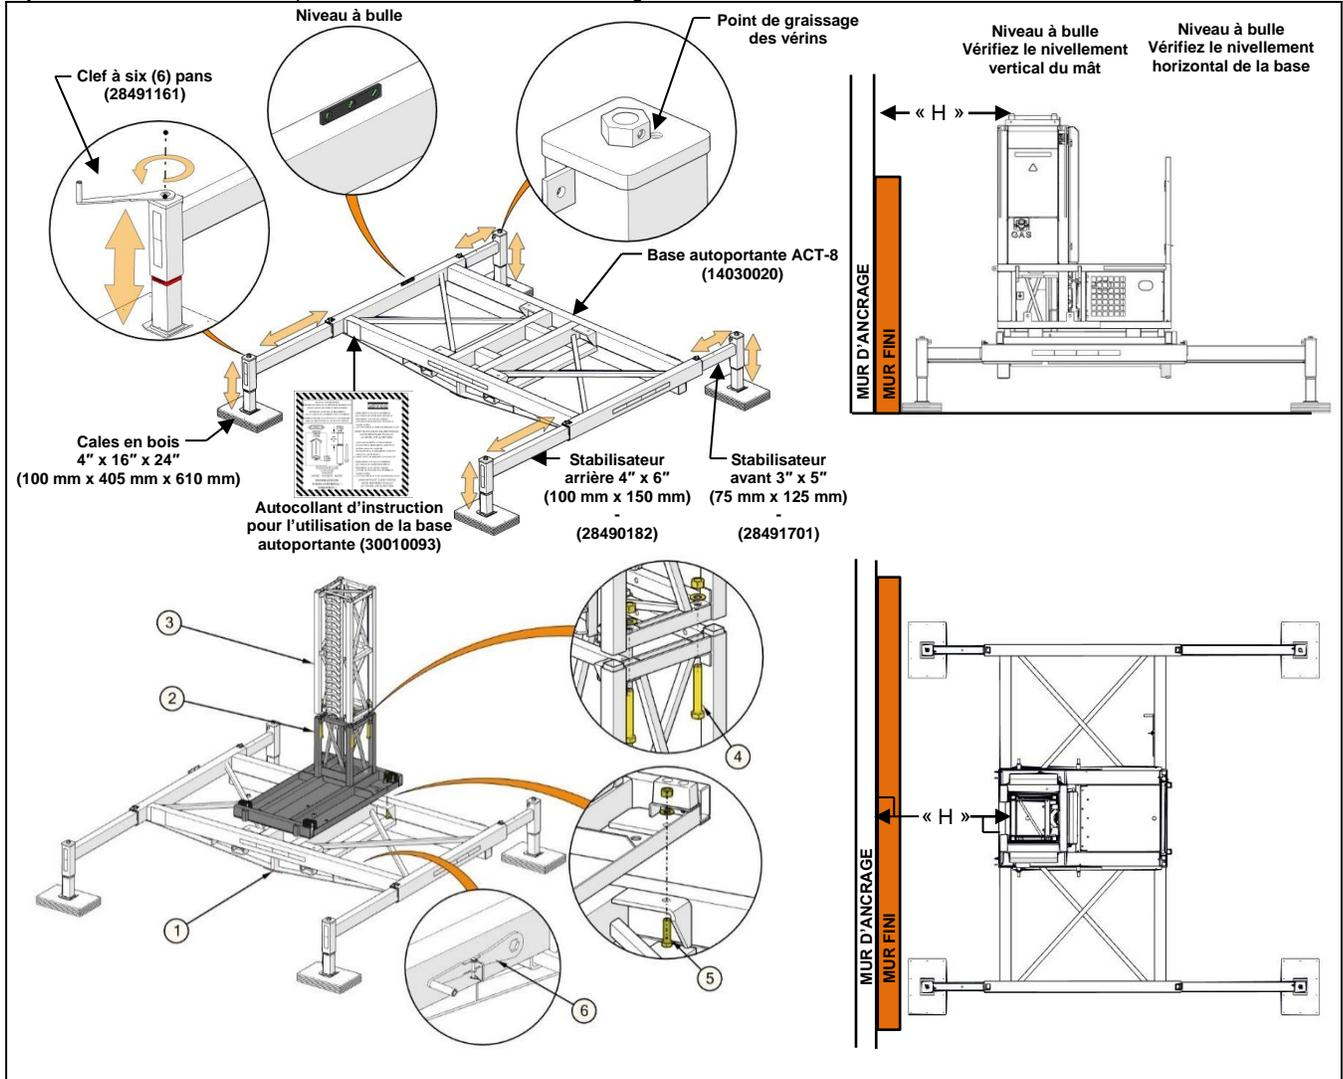

Figure 53 - Installation base autoportante ACT-8
Étape 3 – Vérifiez que le mât est parfaitement vertical à l'aide d'un niveau. Vérifiez que la base (pas la plateforme) est parfaitement horizontale à l'aide d'un niveau. Assurez-vous aussi que les stabilisateurs sont centrés au milieu des cales d'étaie. Pour niveler la base, utilisez la clef à six (6) pans pour ajuster les vérins des stabilisateurs.
Étape 4 – Installez la base au sol (14030019) directement sur la base autoportante ACT-8 (14030020) comme illustré à la **Figure 53**. Boulonnez ensuite la première section de mât de l'unité élévatrice (13030018) sur la base au sol (14030019).